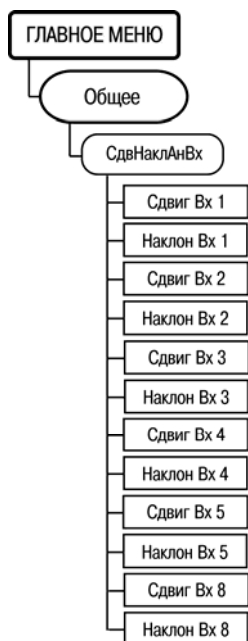

Рисунок 7.24
7.13.9 Параметры, определяющие коррекцию измеренных характеристик, задаются через пункт меню **//Общее/СдвНаклАнВх. {N} = 1 – 5, 8** (рисунок 7.24) для аналоговых входов **1 – 5, 8** соответственно.